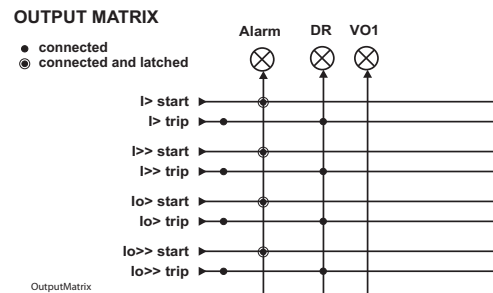

Figura 4.4-1 Matriz de saídas
Existe um indicador LED denominado "Alarme" no painel frontal. Além disso, a ativação do registrador de distúrbios (DR) e as saídas virtuais podem ser configuradas na matriz de saída. Consulte um exemplo em Figura 4.4-1 Matriz de saídas